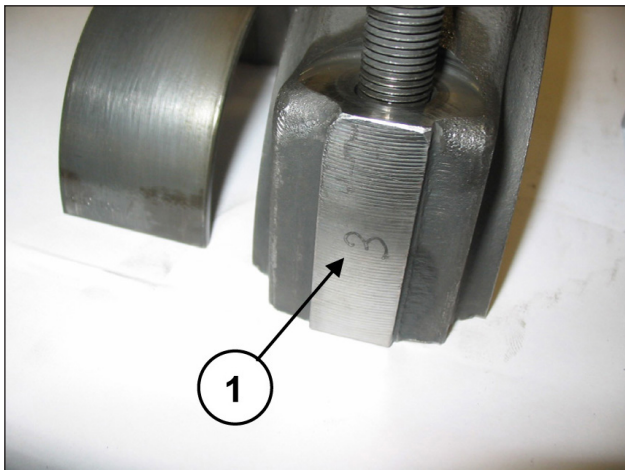

图 18
为了避免可能出现的错误，连杆帽和半连杆在一侧有编号 (位置①, 图 18)。